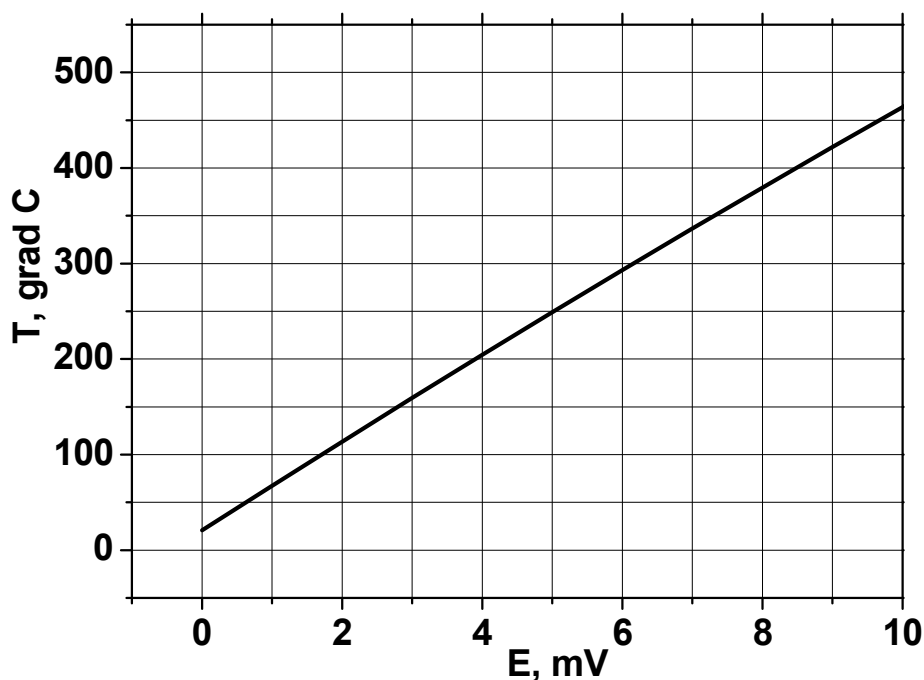

Рисунок 5.1 - Градуировочная кривая термопары медь – константан. Опорная температура 20° С.
- 5.6 Пользуясь градуировочной кривой (рис. 5.1), вычислить температуры T_1 и T_2 по измеренным E_1 , E_2 и занести полученные значения в таблицу 5.1. Вместо градуировочной кривой можно использовать формулу